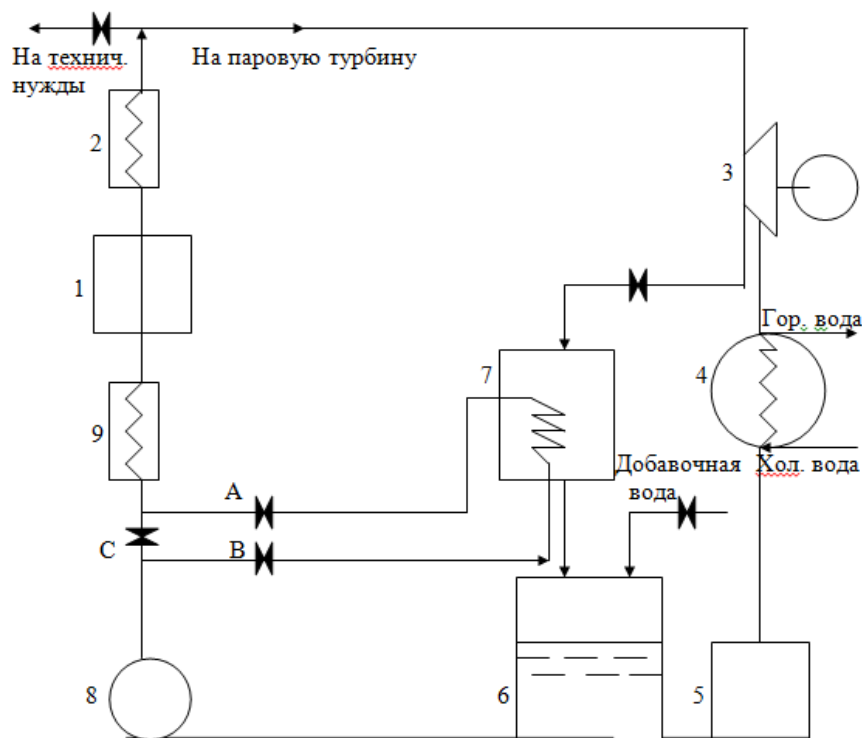

Рис. 1. Схема паросиловой установки:
2.1. Изучить принципиальную схему паросиловой установки (ПСУ), представленной на рис. 1. Ознакомиться с процессом производства пара с помощью данной ПСУ, уяснить функциональное назначение входящих в эту схему элементов. Затем приступить к следующим этапам.
2.2.3. Определение температуры конденсата $t_k = f(p_k)$ в конденсаторе 4 (рис.1) по таблице 3. При этом давление насыщенных паров в конденсаторе вычисляется по формуле
2.2.4. Определить температуру смеси конденсата и добавочной воды в питательном баке 6 (рис.1).
Абсолютное давление смеси газов в экономайзере 9 (рис.1) найдется из выражения
Если при этих вычислениях будет иметь место неравенство $t_{\text{ПИТ.В.}} > t_{\text{СМ}}$, то вода перед подачей на экономайзер подвергается паровому подогреву. Для этого надо открыть вентили А, В и закрыть вентиль С (рис.1).